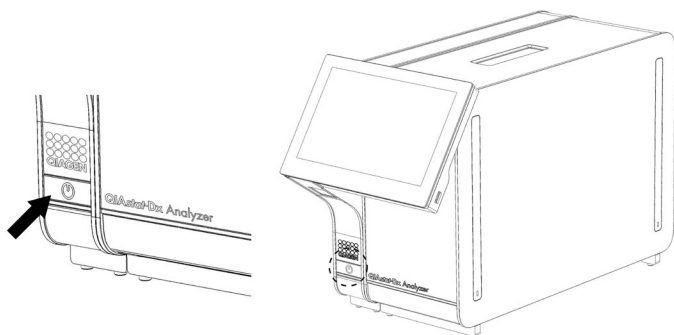

图 22. 按下开机按钮启动仪器。
1. 按下 QIAstat-Dx Analyzer 1.0 前侧的通断按钮启动装置（图 22）。